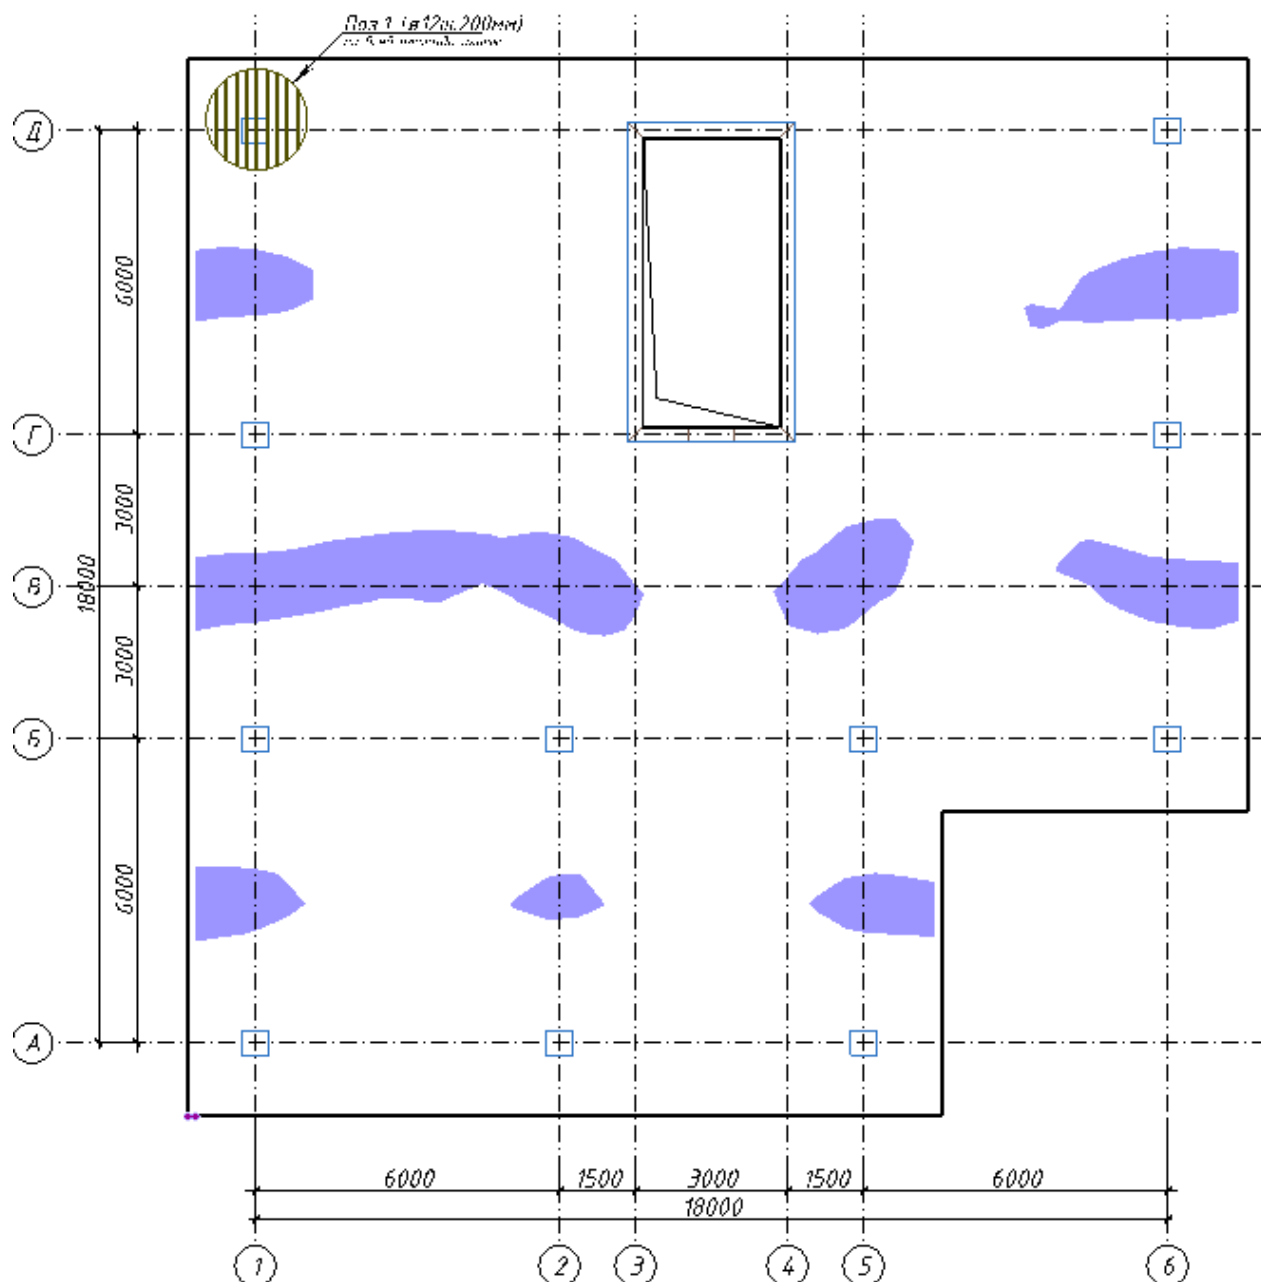

Рис.6.34. Изополя площадей армирования у нижней грани плиты вдоль оси Y.
- В появившемся контекстном меню выберите пункт **Цвета DT(M) ДАКК**.
- Щелкните по кнопке **ОК**, чтобы применить сделанные изменения и закрыть диалоговое окно (рис.6.34).